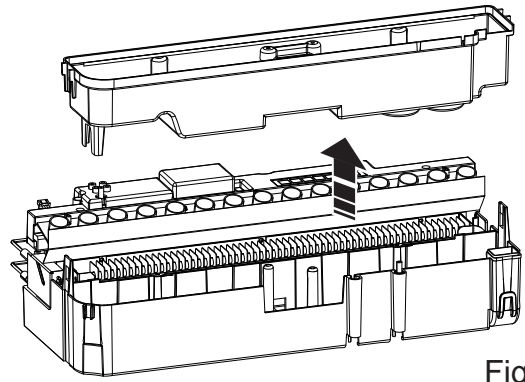

Fig.10
6. Til de opvangbak (Afb.10) voorzichtig op en zorg dat u deze recht houdt zodat er geen water wordt gemorst. Plaats de opvangbak in de gootsteen.